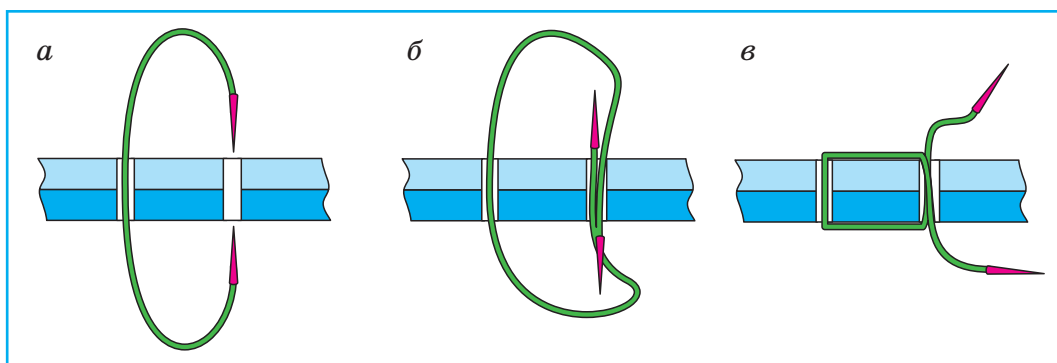

Рис. 101. Выполнение ручного двухниточного шва
1. Совместить старые проколы сшиваемых деталей, продеть иглку в первый прокол, довести до середины длины нити (рис. 101, а).
2. С двух сторон ввести поочерёдно навстречу друг другу иглы во второй прокол (рис. 101, б), протащить их в обе стороны (рис. 101, в) и утянуть стежок резким движением обеих рук.